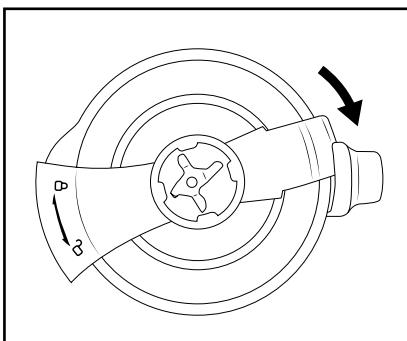

Abb. 3
- Drehen Sie die Deckelverriegelung 14 um 90° im Uhrzeigersinn (Richtung A) zu. Dabei schiebt sich die Deckelverriegelung 14 auf der einen Seite über die Ausgießnase und auf der anderen Seite in den Griff des Mixers 16.(Abb. 3).